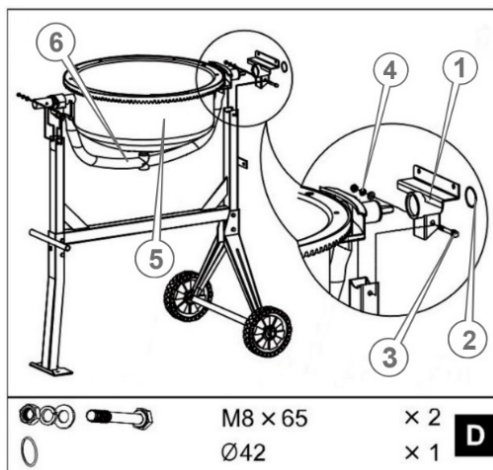

Рисунок 6. Схема встановлення нижньої частини змішувального барабана на раму моделей «БМ-125-ЗНН», «БМ-140-ЗНН».
4. Насунути підшипникові вузли (1, рис. 6) на вал нижньої частини барабана та зафіксувати їх стопорними кільцями.
5. Обережно встановити нижню частину барабана з опорним коромислом (5, 6, рис. 6) на бічні опори станини так, щоб підшипникові вузли увійшли у пази бічних опор (вал більшого діаметра має бути з боку стійки станини).
6. Підшипникові вузли з'єднати з боковими опорами з кожного боку за допомогою болтів із шайбами та затягнути їх ключем (рис. 6).